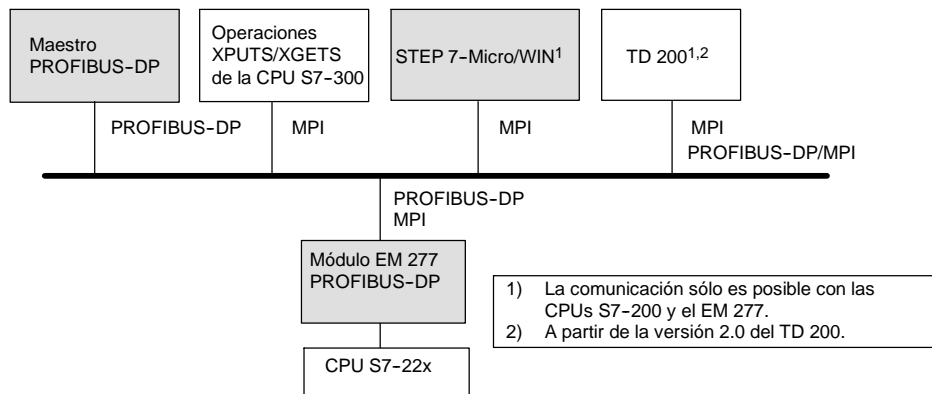

Figura A-30 Red PROFIBUS-DP/MPI
Además del maestro DP, es posible conectar seis equipos (como máximo) al módulo EM 277 PROFIBUS-DP. Una conexión se reserva para una programadora (PG) y otra, para un panel de operador (OP). Las cuatro conexiones restantes pueden ser utilizadas por cualquier maestro MPI. Para que el módulo EM 277 PROFIBUS-DP se pueda comunicar con varios maestros, todos los maestros deben utilizar una misma velocidad de transferencia. La figura A-30 muestra un ejemplo de una configuración de red.